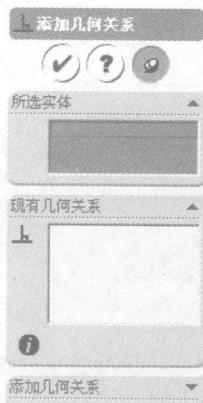

图 1-3 “添加几何关系”属性管理器
- (1) 单击几何关系工具栏上的“标注几何关系”图标按钮 ，打开如图 1-3 所示的对话框。
- (2) 在“所选实体”列表框中选取要添加几何关系的草图实体。
- (3) 在“添加几何关系”选项组中选取要添加的几何关系类型。系统会根据选取的几何元素自动判别可供加入的几何关系，并呈可选状态。
- (4) 单击“确定”图标按钮 ，将指定的几何关系添加到所选几何实体。
① 备注